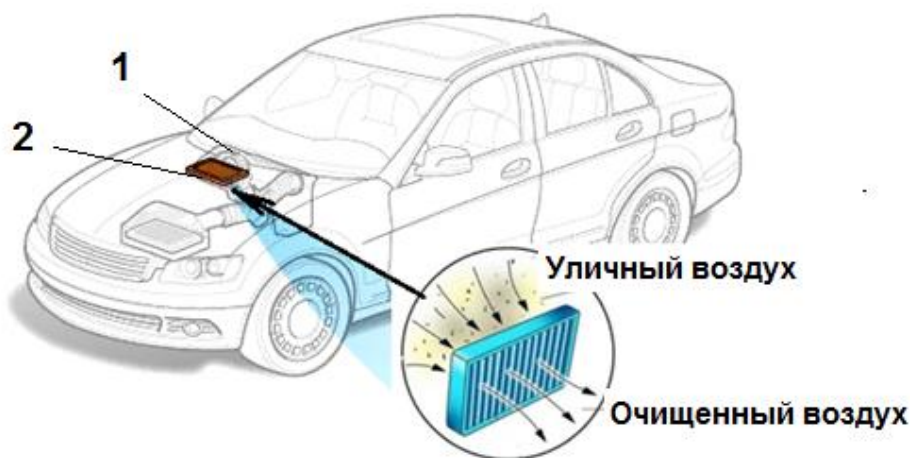

Рис. 3.15. Расположение салонного фильтра:
**Салонный фильтр** предназначен для очистки поступающего в салон воздуха. Его устанавливают на пути прохода воздушного потока, идущего в салон через систему вентиляции и кондиционирования (рис. 3.15).